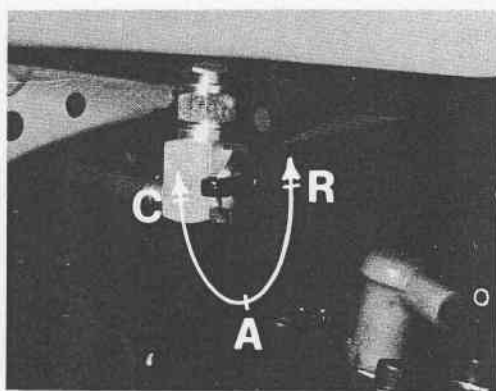
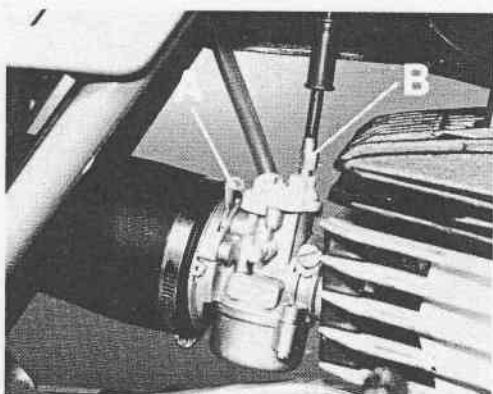

Fig. 6 - Robinet d'essence
Fig. 7 - Levier du starter sur le carburateur
- Ouvrir le robinet d'essence (Fig. 6). Si le moteur est froid abaisser le levier du starter situé sur le carburateur (A Fig. 7)
- Fermer le robinet d'arrivée d'essence (Fig. 6).
Pour éliminer le jeu, desserrez l'écrou et vissez ou dévissez le dispositif de réglage du fil situé sur le carburateur (B Fig. 7)